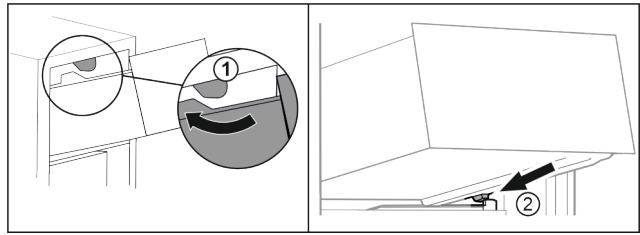

Fig. 65
- Fig. 65 (1)
- Schubfach schräg hinter den unteren Stoppern auf Behälterrippe aufsetzen. Fig. 65 (2)